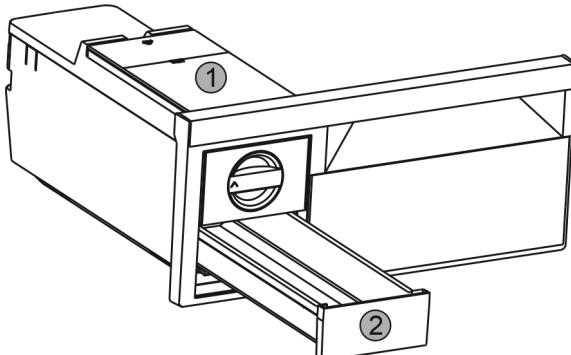

Fig. 29
- ▶ Vyjměte nádržku na vodu Fig. 29 (1) a zásuvku na kostky ledu Fig. 29 (2).